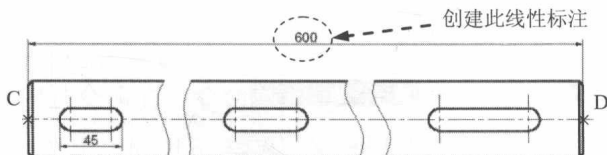

图 1.1.23 创建越过断面符号的线性标注
(2) 创建越过断面符号的线性标注。选择下拉菜单 **标注(B)** → **线性(L)** 命令,分别单击图 1.1.23 中的 C、D 两点,在命令行中输入字母 T 并按 **Enter** 键,输入数值 600 后按 **Enter** 键;在绘图区的空白区域单击,以确定尺寸放置的位置。